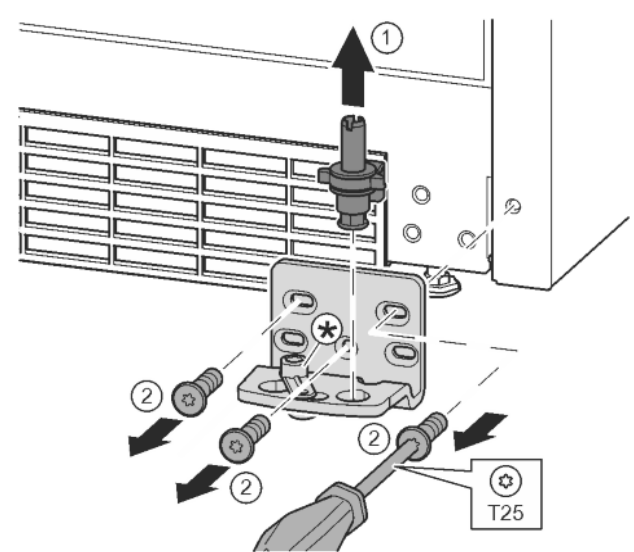

Fig. 17
- ▶ Ložiskový čep celý vytáhněte nahoru. Fig. 17 (1)
- ▶ Šroubovákem T25 vyšroubujte šrouby a sejměte stojan ložiska. Fig. 17 (2)